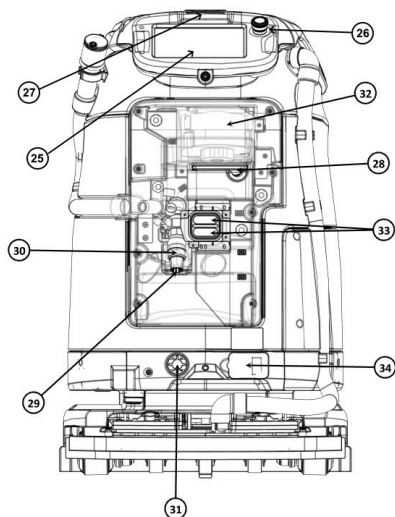

Figura 4
- 25. ecrã tátil (Figura 4)
- 26. botão de paragem de emergência (Figura 4)
- 27. câmara RGB superior (Figura 4)
- 28. entrada de água limpa (Figura 4)
- 29. saída de água residual (Figura 4)
- 30. válvula de esfera (Figura 4)
- 31. válvula de água limpa (Figura 4)
- 32. motor de aspiração (Figura 4)
- 33. contactos de carregamento (Figura 4)
- 34. tampa do conector (Figura 4)